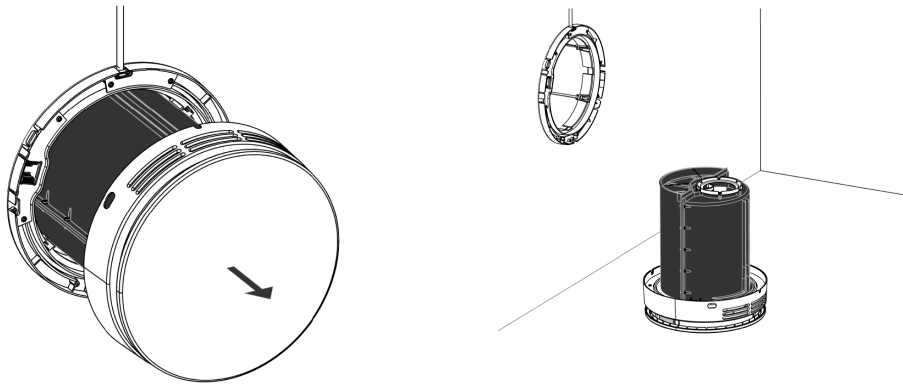

Abbildung 15 - Lüftungsgerät herausnehmen und auf die innere Abdeckung stellen
3. Das Lüftungsgerät vorsichtig aus der Wand ziehen und auf der inneren Abdeckung auf den Boden oder einen Tisch stellen, siehe Abbildung 15.